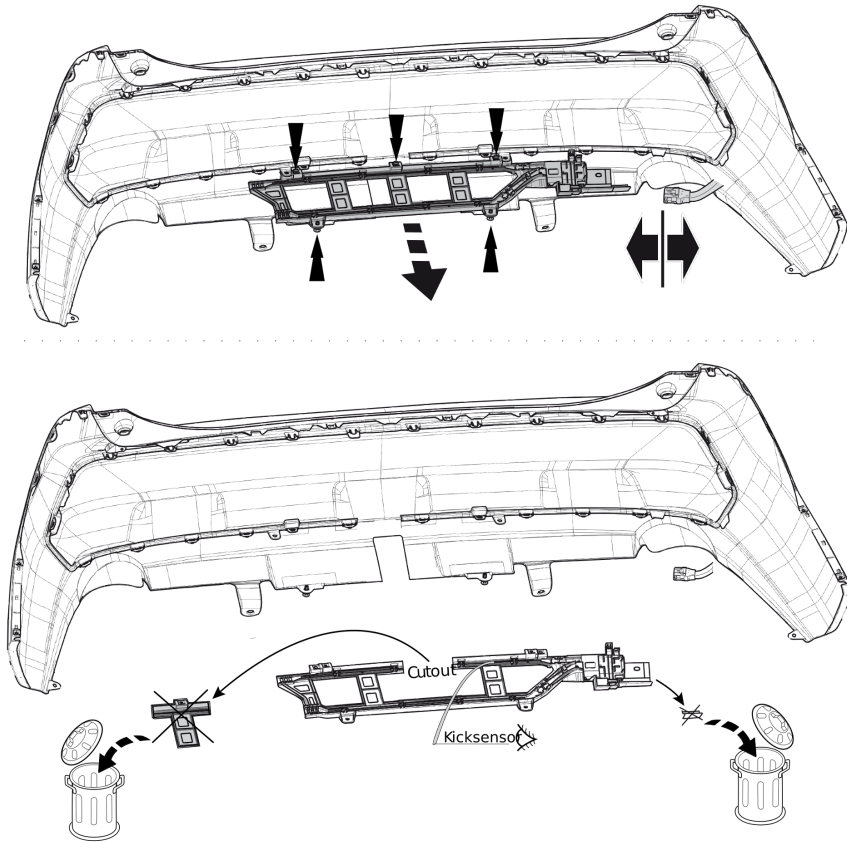

Fig. 4
12. Suzuki Across: Выпилить обозначенную часть, как указано на рис. 4.